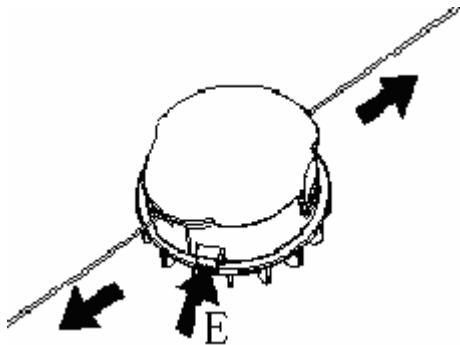

Fig. 13
2. Para alargar, apriete y suelte el botón de alimentación manual (E) mientras que dos líneas tirando suavemente hasta que las líneas llegaran a la línea de corte de la cuchilla. (Fig. 13)
3. Si la línea no para alimentar la unidad cuando se detiene y se reinicia, repetir # 2 (Fig. 13).